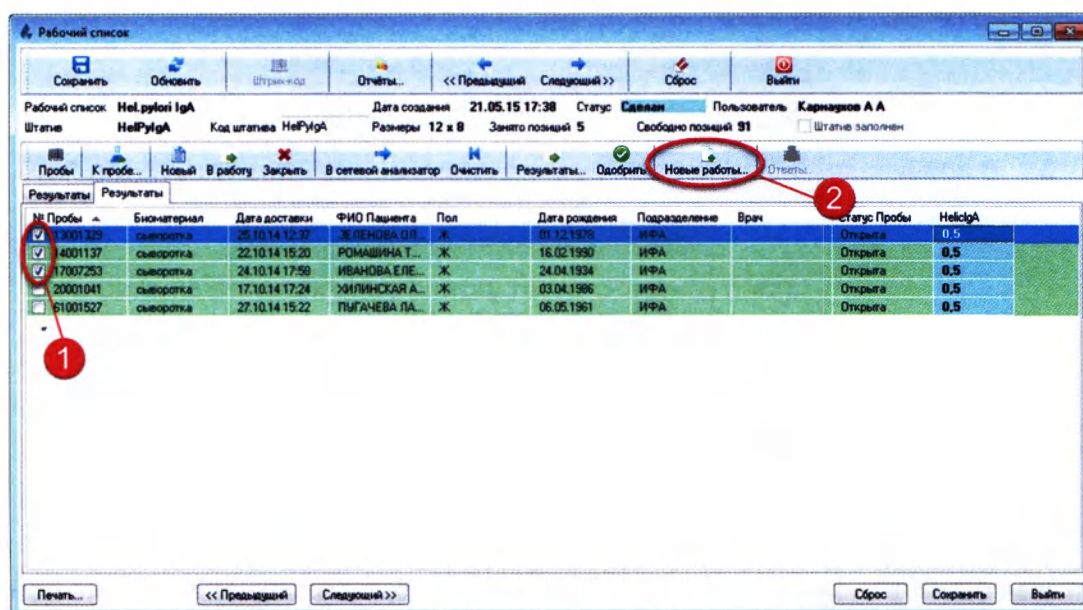

Рисунок 6.36
1.	Отметьте одну или нескольких проб и нажмите кнопку «Новые работы» (Рисунок 6.36):